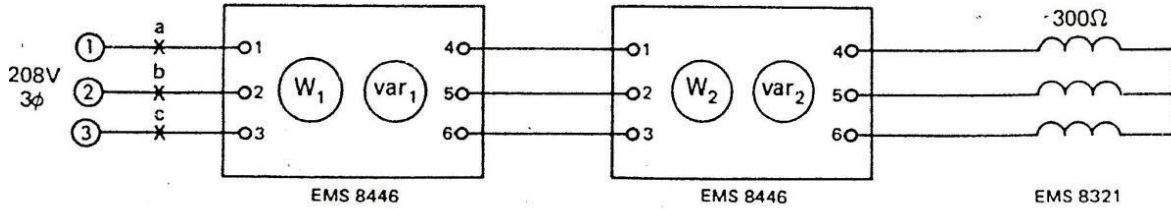

Figura 5
1. Conecte los dos watt-vármetros en serie con la fuente trifásica de 208 V y aplique una carga inductiva trifásica de 300 Ω, conectada en estrella, como se muestra en la figura 5. Debe tener cuidado especial al hacer las conexiones, de manera que se aplique a los watt-vármetros la secuencia de fases adecuada.